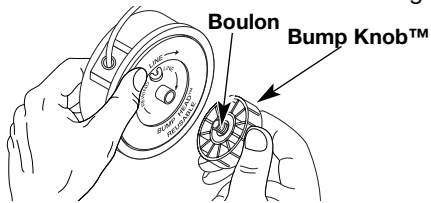

Fig. 12
1. Tenez la bobine extérieure d'une main et dévissez le bouton de butée vers la gauche (Fig. 12). Inspectez le boulon à l'intérieur du bouton de butée pour vous assurer qu'il se déplace librement. Remplacez le bouton de butée s'il est endommagé.
- Tenez la bobine extérieure d'une main et dévissez le bouton de butée vers la gauche (Fig. 12). Inspectez le boulon à l'intérieur du bouton de butée pour vous assurer qu'il se déplace librement. Remplacez le bouton de butée s'il est endommagé.